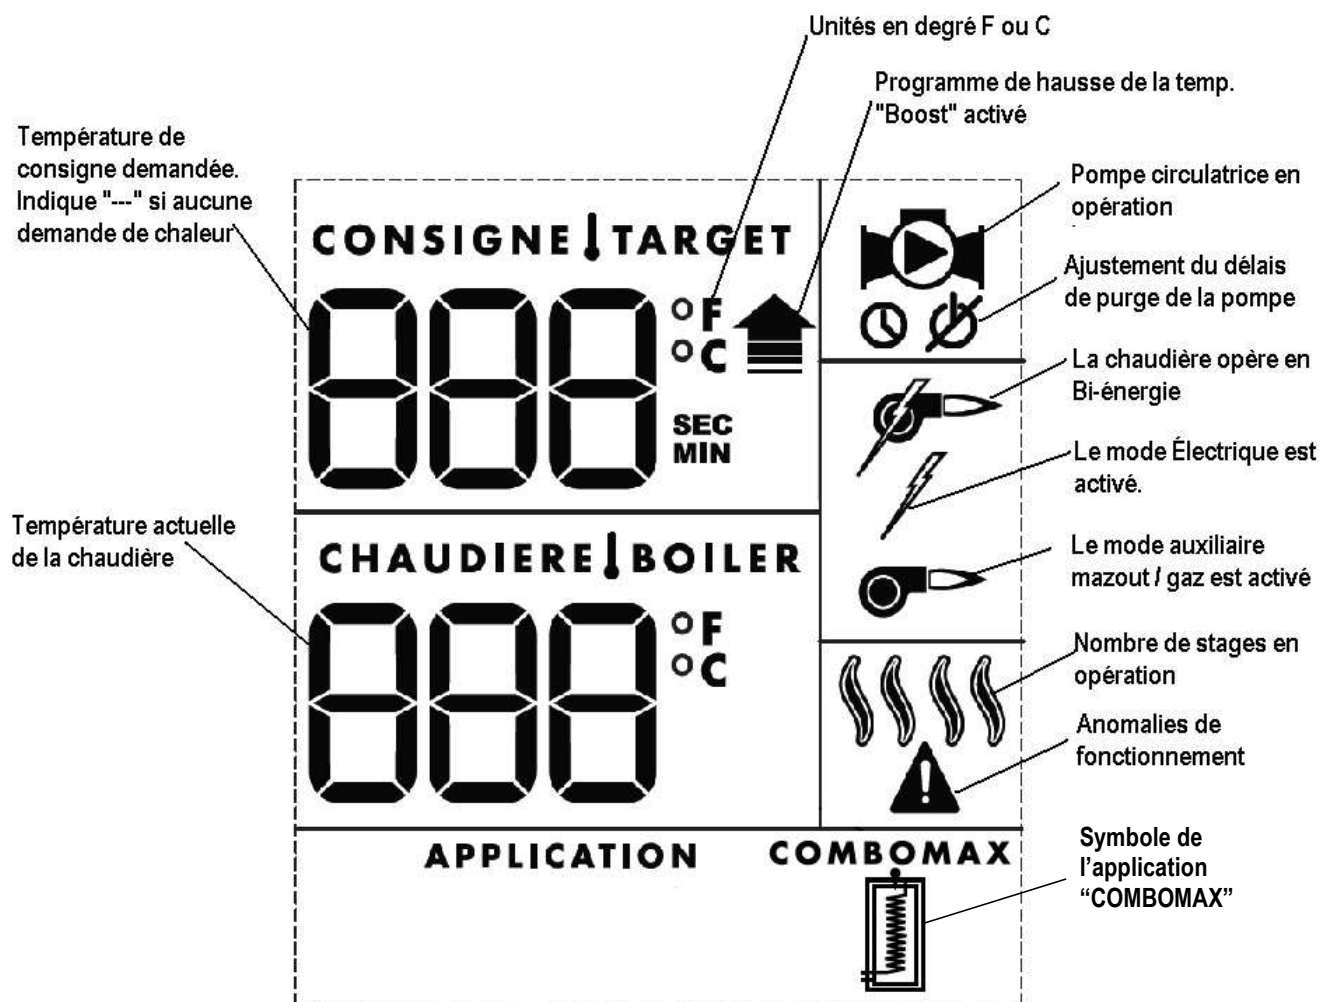

Figure 13: Affichage du contrôleur UltraSmart
2. S'assurer que le symbole de l'application Combomax est présent dans le coins inférieur droit de l'écran LCD tel que montré à la figure 13. S'il n'est pas présent, contacter le support technique.